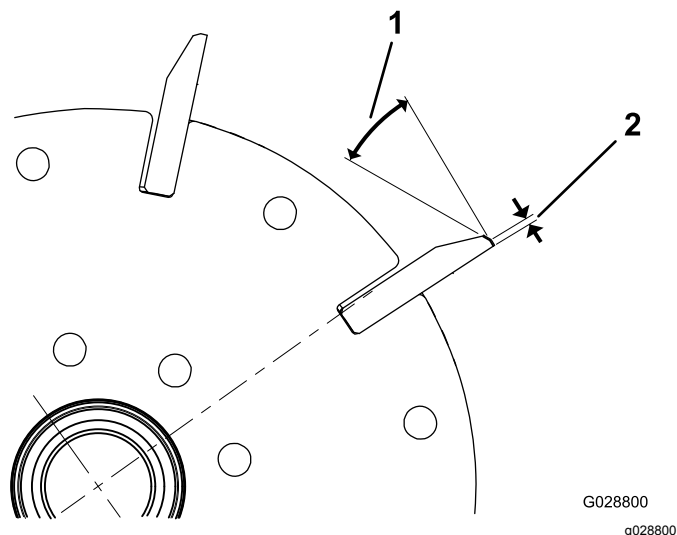
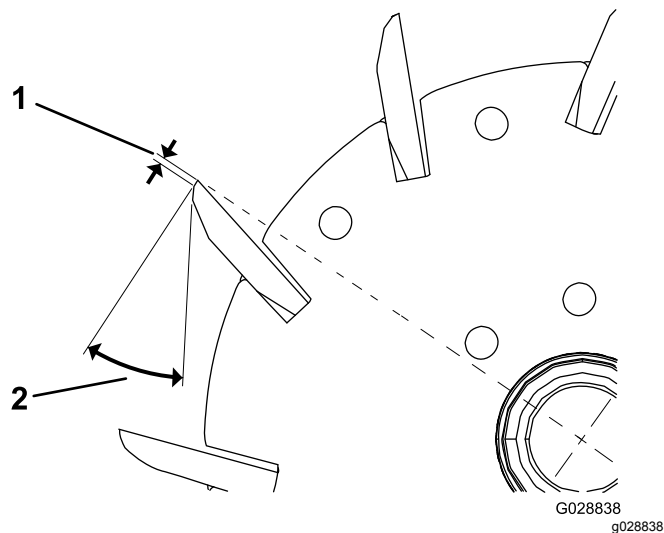

Figure 23
Figure 24
1. Créez un angle de dépouille de 30 degrés sur toutes les lames du cylindre jusqu'à obtention d'une facette de 1,3 mm de largeur (**Figure 23** et **Figure 24**).